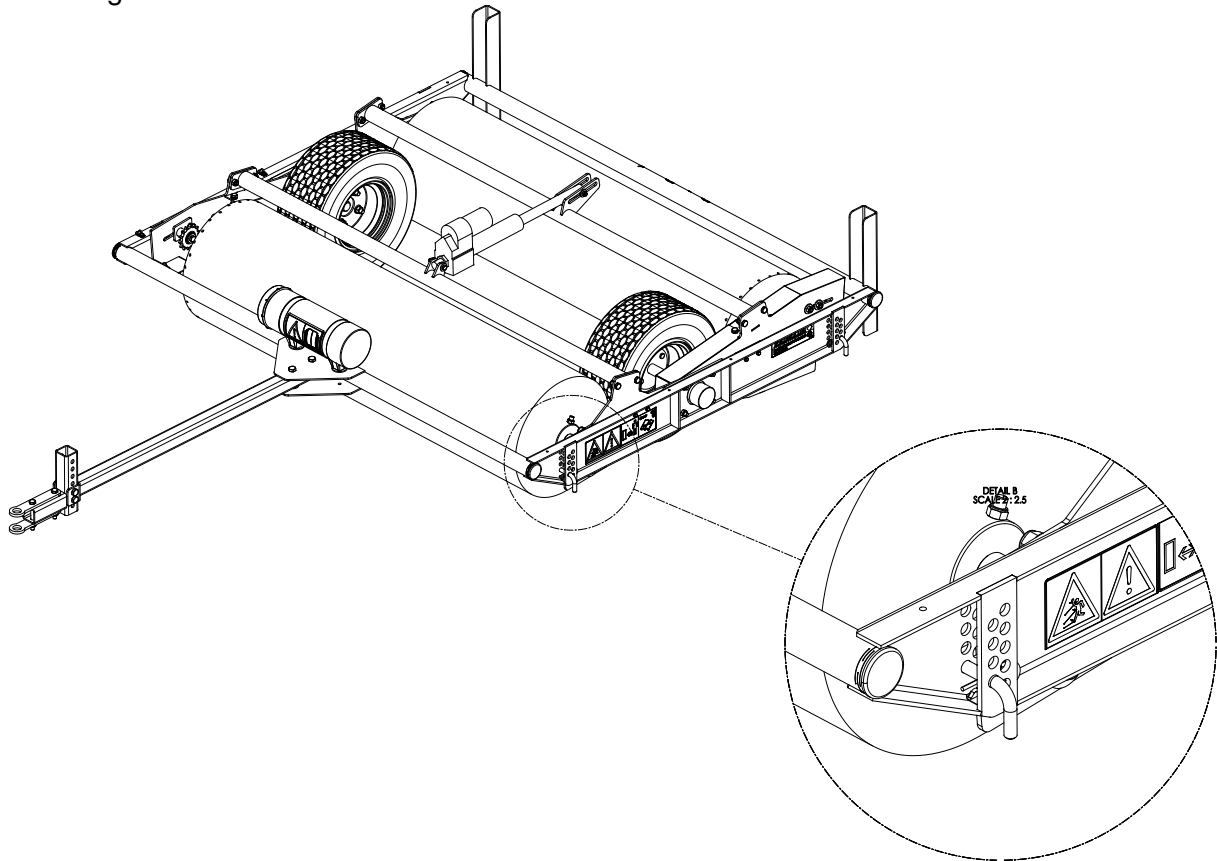

Fig. 10
2. Haal de R-clip uit de pin (1) (fig. 10).